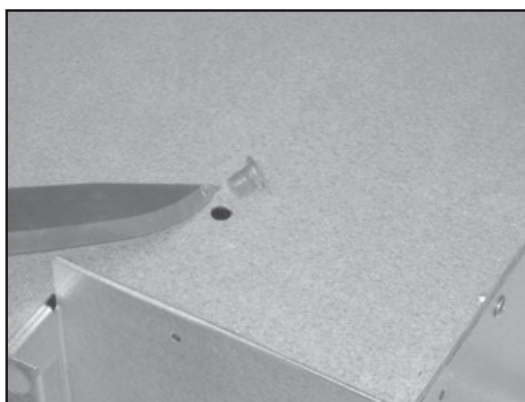

Рис. 2
- 2) удалите пластиковые заглушки на корпусе охладителя (рис. 2);